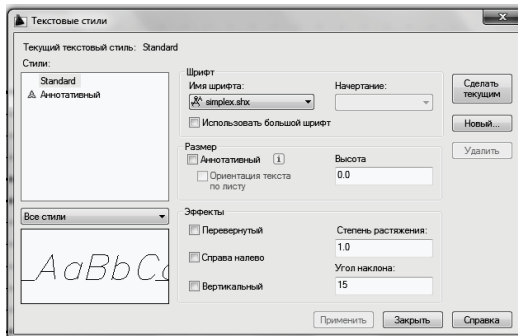

Рис. 184
7. Выполнить настройку текстового стиля в диалоговом окне *Текстовые стили*, которое открывается с помощью меню *Формат → Текстовые стили...* (рис. 184).